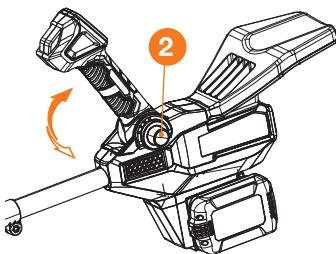

Рис. 7
- Для изменения угла наклона рукоятки, зажмите кнопку фиксатора ② и установите рукоятку в необходимое положение, после чего отпустите кнопку фиксатора (Рис. 7).